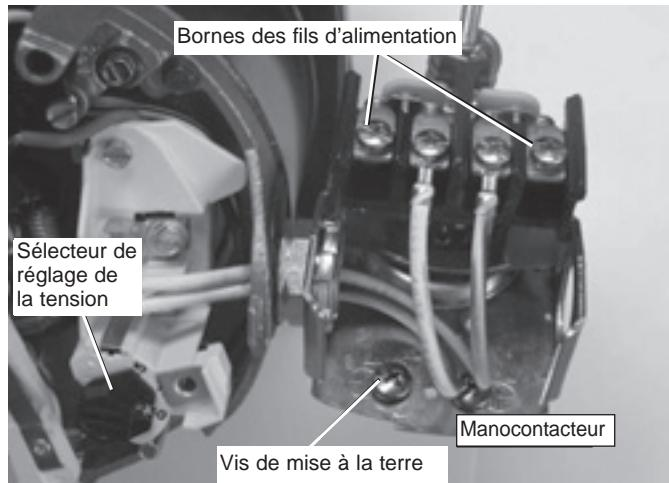

Figure 9 : Sélecteur de tension
- Brancher tout d'abord le fil de mise à la terre, comme il est illustré à la Figure 9. Le fil de mise à la terre doit être un fil de cuivre massif d'un diamètre au moins aussi gros que le diamètre des fils de tension.
- Brancher les fils de tension sur le manostat, comme il est illustré à la Figure 9.